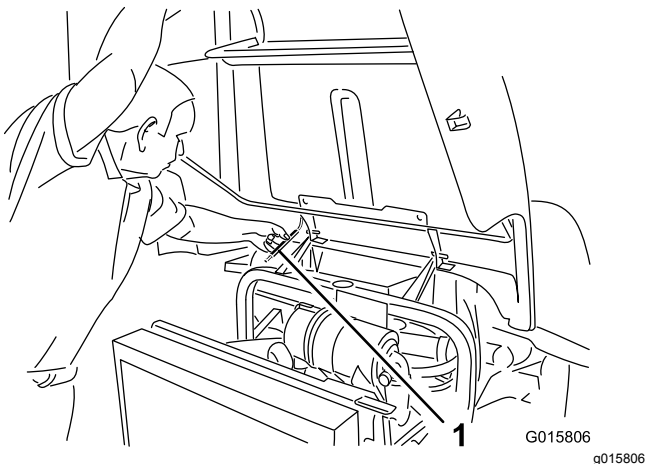

Figure 28
2. Soulevez le capot jusqu'à ce que la béquille puisse être placée derrière le tube du cadre (Figure 28).